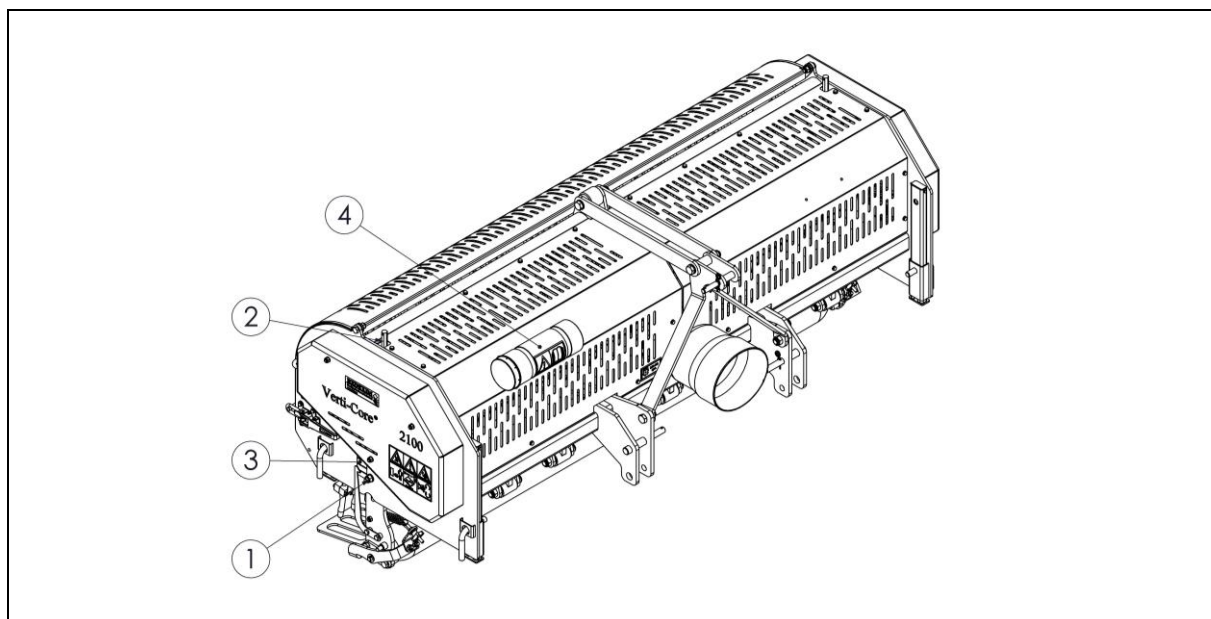

Fig. 10
De werkdiepte kan worden versteld als de machine is geheven. (zie fig.10)
Als de Verti-Core III niet correct is gemonteerd achter de tractor, hoofdstuk 4, fig.10, kunnen verschillende aftakas hoeken trillingen veroorzaken in de aandrijflijn van de machine. Deze trillingen kunnen de machine beschadigen en het gatenpatroon in de grond negatief beïnvloeden.
**Zorg ervoor dat de bovenste topstang (3), zie Fig. 10, aangekoppeld en op spanning gezet is in de transportstand.**